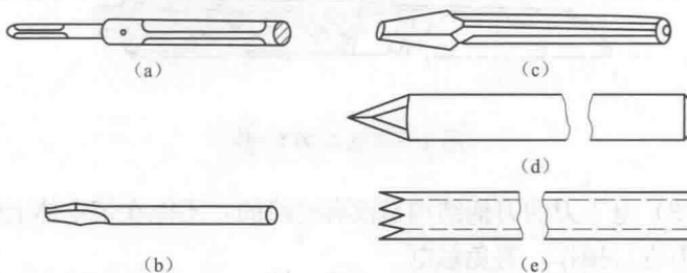

图 1-8 墙孔錾
(1) 圆榫錾：如图 1-8 (a) 所示，用来錾打混凝土结构的木榫孔。
(2) 小扁錾：如图 1-8 (b) 所示，用来錾打砖墙上的木榫孔。
(3) 大扁錾：如图 1-8 (c) 所示，用来錾打角钢支架和撑架等的埋没孔穴。
(4) 长錾：图 1-8 (d) 为圆钢长錾，用来錾打混凝土墙上通孔；图 1-8 (e) 为钢管长錾，用来錾打砖墙上通孔。